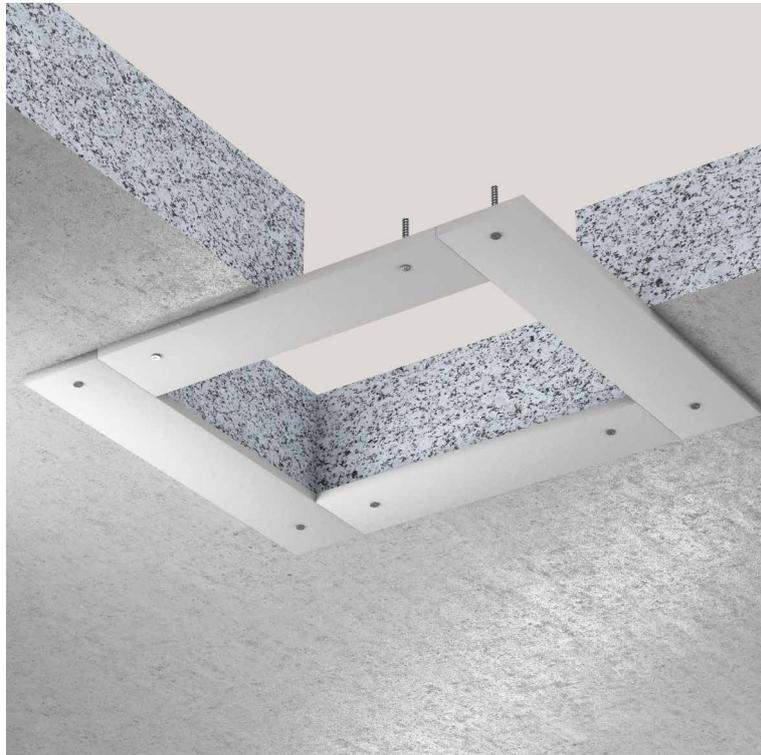

Abb. 9: Aufleistung für Decke
- Wenn die Massivwand bzw. -decke im Bereich der Brandabschottung nicht der geforderten Mindestschottdicke entspricht, ist ringsum die Schottöffnung wahlweise ein umlaufender Rahmen (s. Abb. 11) bzw. eine Aufleistung (s. Abb. 9+10) aus nichtbrennbaren Bauplatten (GKF-, Silikat- bzw. Kalziumsilikatplatten der Klasse A2-s1, d0 bzw. A1 gem. EN 13501-1) vorzusehen, so dass der Brandschutzschaum PYROSIT® NG über die gesamte Schottdicke am Rahmen bzw. der Aufleistung und der Wand/ Decke anliegt.